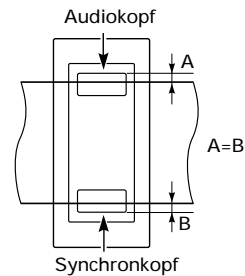

Fig. 9.6
- Das Band muß zwischen dem oberen Rand des Audiokopfes und dem unteren Rand des Synchronkopfes laufen. Die Abstände **A** und **B** müssen gleich sein (Fig. 9.6).